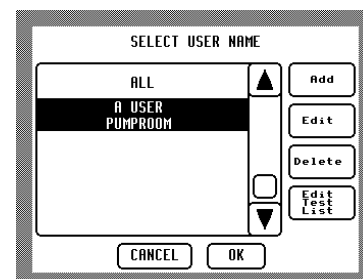

图 19 – 用户名列表选择界面
- 点击 **System** ... **Edit User List**。在一可滚动选择的界面内会显示出用户名列表 – 见图 19 :-
① 进行此项删除工作时必须要十分谨慎——一旦对删除操作进行确认之后，所删除的常用检测项目列表将无法再恢复。